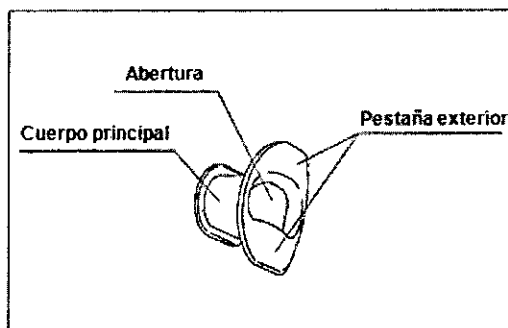

Figura 3.6
1. Asegúrese de que el abre bocas no presente roturas, deformaciones o decoloración (véase la figura 3.6).
2. Utilizando los dedos, compruebe que no existan arañazos excesivos ni otras irregularidades en las superficies del abre bocas (véase la figura 3.6).